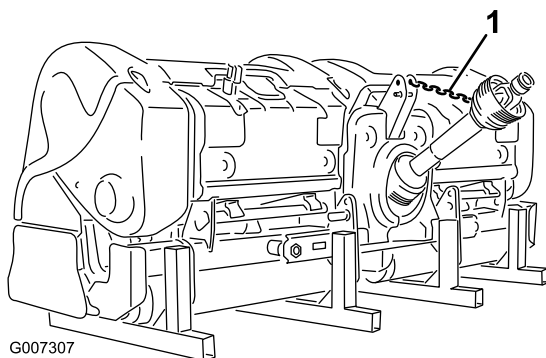

Figura 40
12. Ligue a ligação da tomada de força ao resguardo da tomada de força para evitar que o veio da tomada de força entre em contacto com o solo (Figura 40).